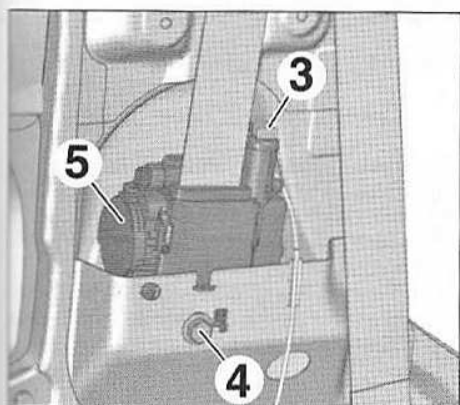

FIG.28
- Débrancher le connecteur (3) (Fig.28).
- la vis (4),
- la ceinture de sécurité avec son prétensionneur (5).